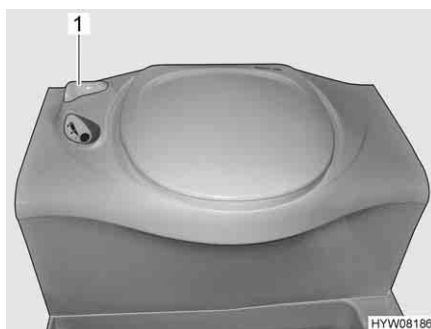

Fig. 163 Toilette Thetford
- Prima di tirare l'acqua, aprire il cursore della toilette Thetford. A tal fine ruotare la leva del cursore (Fig. 163,1) in senso antiorario.
- Dopo aver tirato l'acqua chiudere il cursore. Ruotare la leva del cursore (Fig. 163,1) in senso orario.